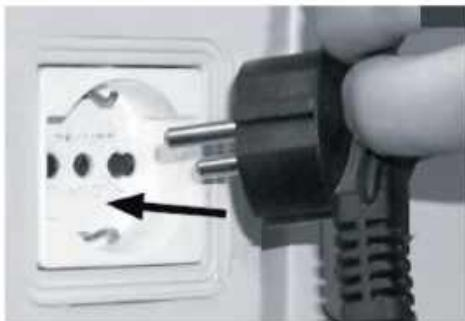
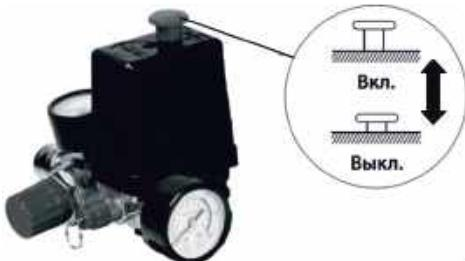
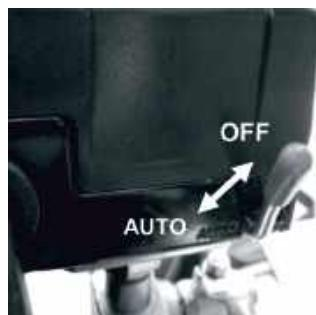

Рис. 6
Рис. 7
Рис. 8
2. Подключите вилку электрокабеля питания в соответствующую розетку, имеющую контакты заземления (рис. 6), предварительно проверив, что выключатель реле давления 2 (рис. 7, рис. 8) находится в положении выключено «0» (OFF).
3. Включите компрессор. Для моделей NAC1200/9-PRO и NAC1500/24-PRO потяните вверх выключатель реле давления в положение Вкл. (рис. 7).
Для моделей NAC2200/50-PRO и NAC4000/100-PRO переведите рычаг выключателя реле давления в положение «Auto» (Рис. 8).